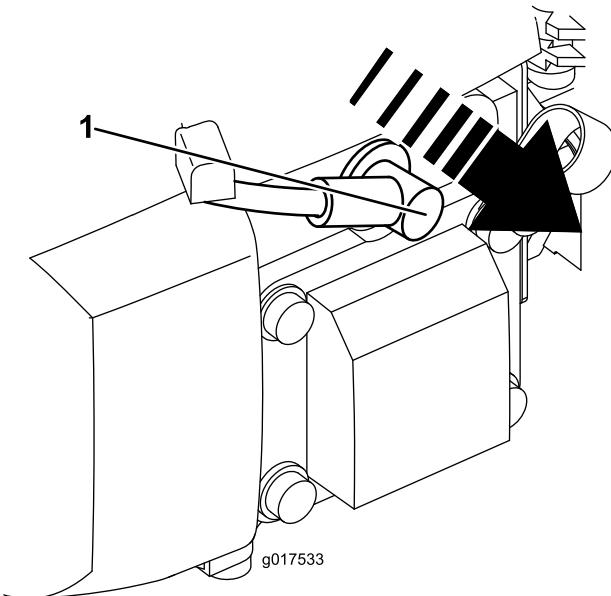

Рисунок 15
- Отсоедините провод от свечи зажигания (Рисунок 15), прежде чем выполнять любые процедуры технического обслуживания.